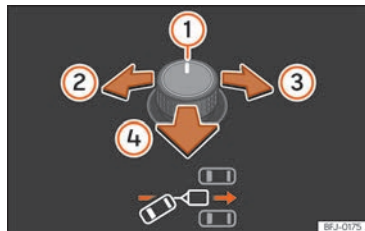
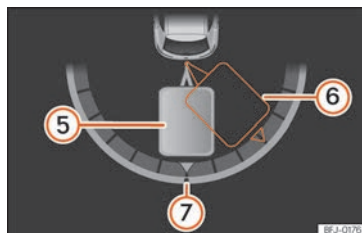

Abb. 148 Drehknopf für die Außenspiegel: Ausrichtung des Anhängers einstellen.
Abb. 149 Bildschirm des Kombi-Instruments: Rückwärtsfahren.
Legende zu » » » (Abb. 148) , » » » (Abb. 149):
- Drehknopf kippen, bis die gewünschte Richtung erreicht ist » » » (Abb. 148). Am Bildschirm des Kombi-Instruments erscheint zur Orientierung eine Darstellung des Gespanns in der aktuellen Position » » » (Abb. 149).